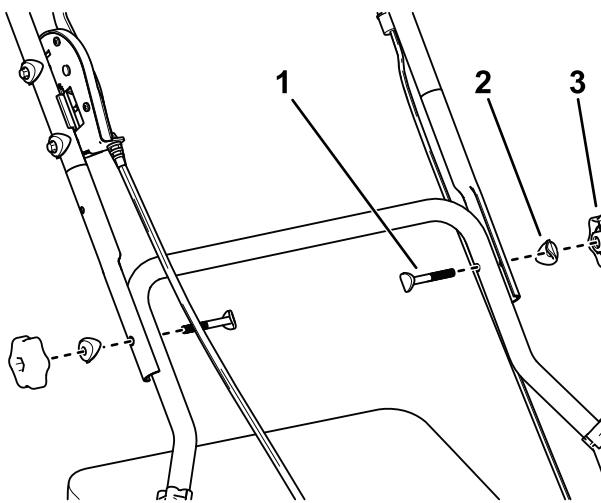

Figura 4
3. Instale cada lado del manillar superior en el manillar inferior usando una arandela curva, un perno de cabeza curva y un pomo de bloqueo (**Figura 4**).
Nota: No llene el depósito de combustible por encima del borde inferior del cuello del depósito (Figura 4).